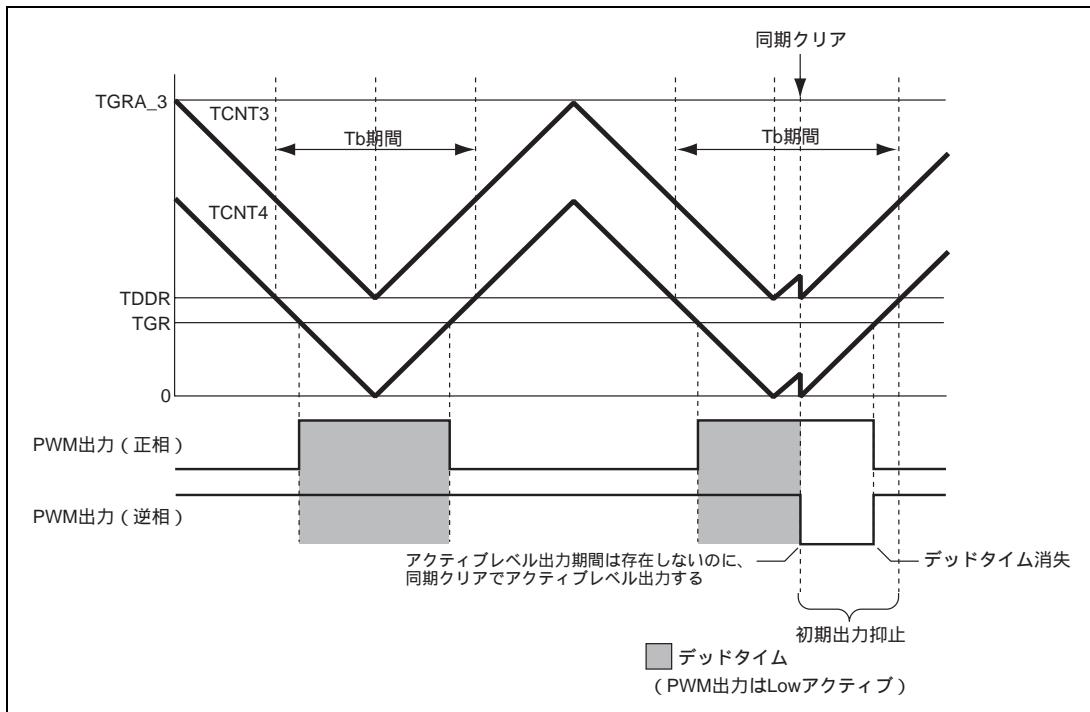

図 10.137 条件(2)の同期クリア例
条件 (2) 初期出力の抑止期間 、 にて、TGRB_3 TDDR、TGRA_4 TDDR、TGRB_4 TDDR のいずれかが成立する状態で、同期クリアする（図 10.137）。